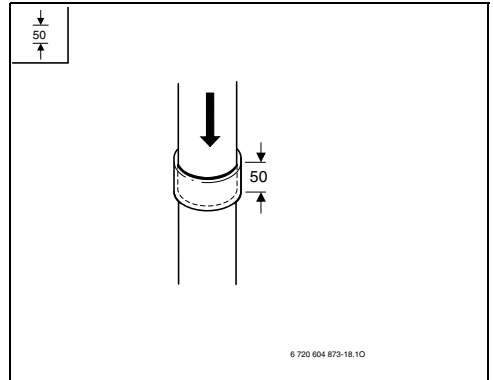

Fig. 36
►Empurrar os acessórios dos gases de combustão até ao encosto (aqui: 50 mm de profundidade de encaixe) (Fig. 36).